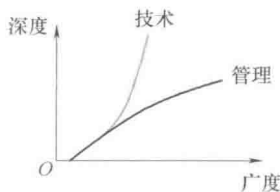

图 3-151 不同职业方向的知识深度和广度
① 具有时间概念的 T 形知识结构：这里的纵向表示某一专业知识方面的深度；这里的横向表示与某一领域相关的知识面的跨度或广度。一个机构设计人员的知识结构还应该有时间标量，反映知识的更新率和时效性。换言之，知识结构的主要测定指标有三个：即深度、广度和时间度，只有这样的知识结构，才是设计者理想的知识结构。
② 专业深度和广度具体包含哪些项目和内容，可以根据特定行业 and 职业人群来定义，并根据自己的实际情况进行取舍和增减，然后逐一攻破。
③ 如图 3-151 所示，不同职业方向的趋向是不同的，比如做设计工作的，在深度上要有所倾斜，当然不能忽略广度；反之，如果慢慢转型技术管理方面，则应该更注重广度，人的精力有限，两者同步兼得，实属不易！